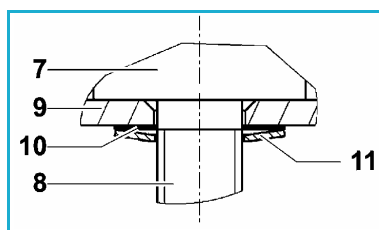

Fig. 5: Tellerfeder ausrichten
1. Pumpe zur Seite drehen; dies verhindert, dass beim Entfernen der Strukturmembrane die Passscheiben (10) und die Tellerfeder (11) in den Pumpenraum fallen.
2. Strukturmembran (7) durch Drehen des Lüfterrads in den oberen Umkehrpunkt bewegen.
3. Strukturmembran (7) an gegenüberliegenden Seitenrändern anheben, fassen und gegen den Uhrzeigersinn herausschrauben.
4. Stützkelch (9), Passscheibe(n) (10) und Tellerfeder (11) vom Gewindebolzen (8) der Strukturmembran abnehmen und aufbewahren.
6. Stützkelch (9), Passscheibe(n) (10) und Tellerfeder (11) in dieser Reihenfolge auf den Gewindebolzen (8) der neuen Strukturmembran (7) schieben (siehe Fig. 5).